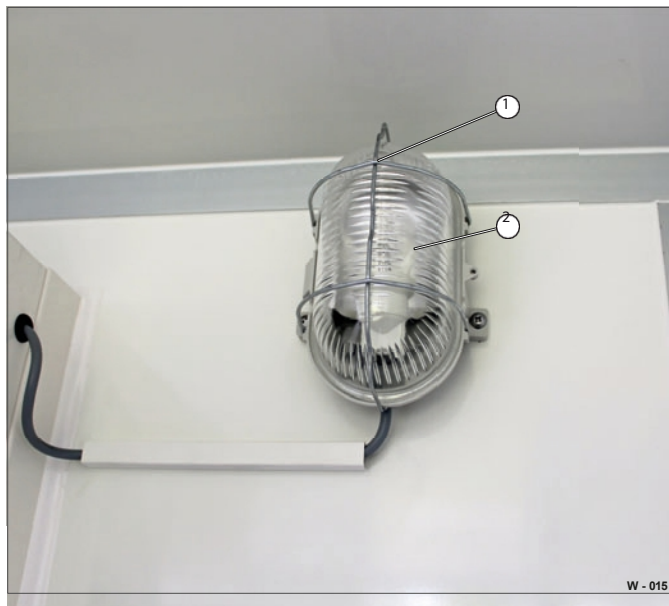

Fig. 15 Luz interior standard
- Depois de substituir a lâmpada, volte a colocar a tampa e fixe-a com os fechos de correr - ver Fig. 15.